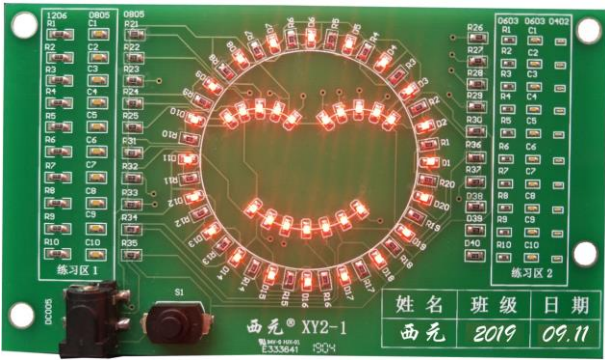
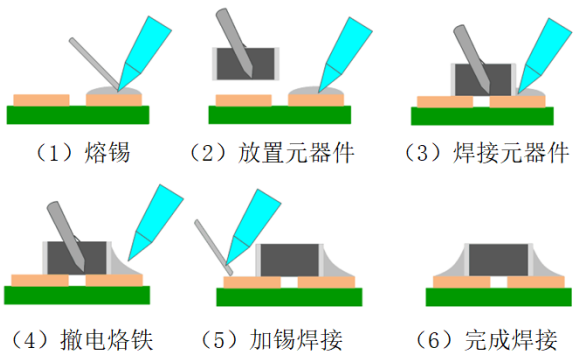

图 23 中级板产品实物照片
图 24 贴片元器件焊接步骤
2) 中级板型号为 XY2-1，长 125mm，宽 83mm，如图 23 所示。中级板主要为贴片元器件焊接训练，包括左右两边的基本焊接技能训练区、中间实战焊接区。基本焊接技能训练区设计有 4 类元器件焊盘，封装尺寸从大到小为 1206、0805、0603、0402，逐渐提高焊接技能。实战焊接区设计为“笑脸”样式，直观可视化显示焊接效果。中级板焊接主要掌握贴片元器件焊接、拆卸等技能，步骤如图 24 所示。